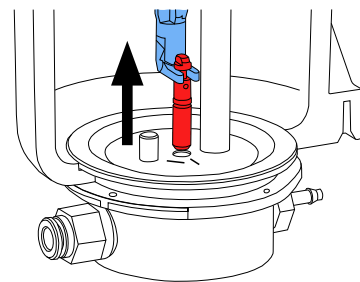

図 12
- 流入ノズルを工具でしっかりと保持して、上に引っ張って下さい（図 12）。